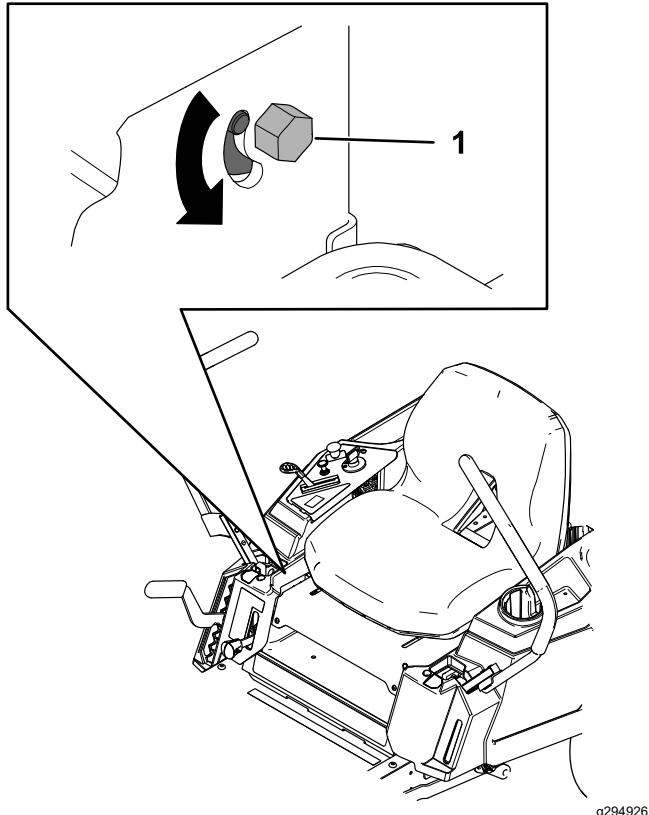

Figura 55
- Localize o parafuso de ajuste do alinhamento perto da alavanca de controlo de movimento no lado específico que necessita de ajuste (Figura 55).